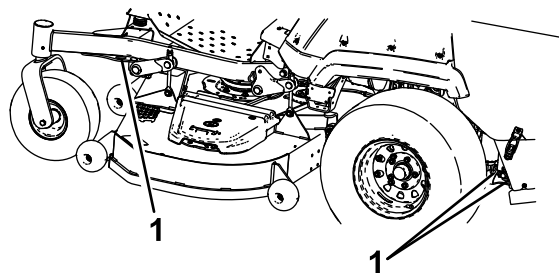

Рисунок 37
6. Прив'яжіть пристрій біля передніх коліс та задньої рами ременем, ланцюгами, тросом або канатами (Рисунок 37). Див. місцеві норми та вимоги щодо прив'язки.